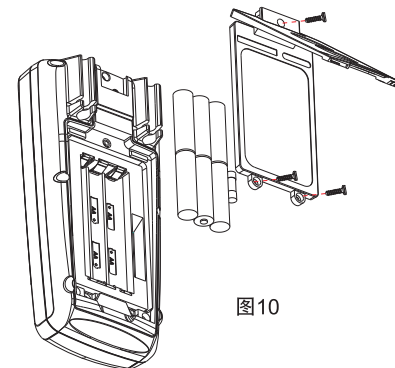

图10
2、电池/保险丝安装或更换(见图10)
本产品的电源为碱性电池1.5V(5号)×6节, 请参考图10使用下列顺序安装或更换电池。
- ①把旋转开关转到 OFF (关闭)位置并从端子上把测试导线拆下。
- ②用标准十字螺丝刀将电池盖上的三颗螺丝拆下, 拿掉电池盖, 取出电池, 按照极性安装新电池
- ③请使用同一型号的电池, 不要安装不适当的电池。
- ④将已损坏的保险丝按照图10方式取出, 然后换上同一规格的保险丝, 保险丝规格: 0.5A/1000V。
- ⑤安装新的电池后, 装上电池盖, 并锁紧三颗螺丝即可。